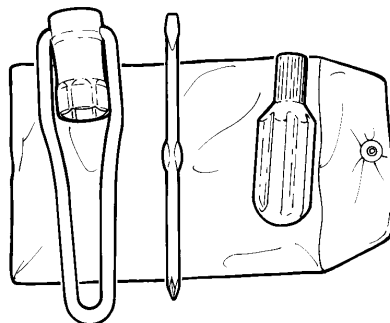
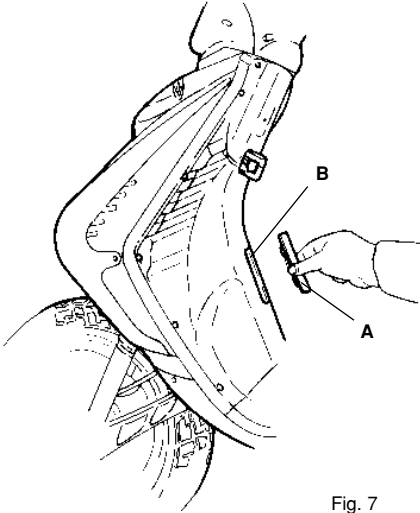

Fig. 1
Fig. 7
- **Mitgeliefert werden:** Bedienungsanleitung, Bordwerkzeug (siehe Fig.1) (bestehend aus Kerzenschlüssel, doppelter Schraubenzieher) in einer Plastiktasche, der sich unter der Sitzbank.
Rahmen: Den Deckel (A - Fig. 7) seitlich mit dem Schraubenzieher aus dem Bordwerkzeug (Fig. 1) aushebeln. Die Rahmennummer ist in Position (B - Fig. 7) angebracht.